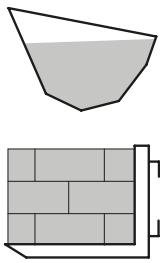

Fig. 1
- El nivel máximo de carga del implemento no puede sobrepasar la pared más baja en el caso del granel, ni la altura de la placa posterior en el caso de las cargas unitarias [consulte la fig. 1].